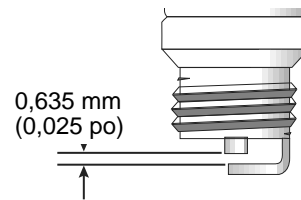

Fig. 31
3. Remplacez toute bougie fendillée, encrassée ou sale. Réglez l'écartement à 0,635 mm (0,025 po) à l'aide d'une jauge d'épaisseur (Fig. 31).